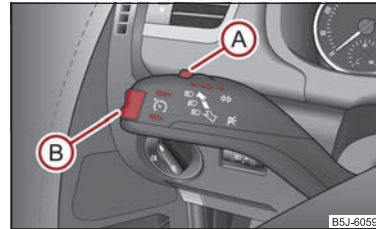

Abb. 98 Bedienungshebel: Wippe und Schalter der Geschwindigkeitsregelanlage
- Drücken Sie den Schalter **A** ⇒ Abb. 98 in die Stellung **ON**.
- Die gespeicherte Geschwindigkeit können Sie ohne Betätigung des Gaspedals durch Drücken der Wippe **(B)** ⇒ Seite 97, Abb. 98 in die Position **RES+** erhöhen.
Die **Wiederaufnahme** der gespeicherten Geschwindigkeit erfolgt nach Loslassen des Brems- oder Kupplungspedals, bei Fahrzeugen mit automatischem Getriebe nur nach Loslassen des Bremspedals, und nach kurzem Drücken der Wippe **(B)** ⇒ Seite 97, Abb. 98 in die Position **RES+**.
- Drücken Sie den Schalter **(A)** ⇒ Seite 97, Abb. 98 nach rechts in die Stellung **OFF**. ■